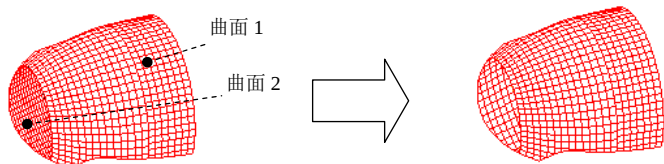

图 4.4.3 “连接”类型
- **连接** 单选项: 即连接类型, 合并两个相邻面组, 其中一个面组的边完全落在另一个面组上, 如图 4.4.3 所示。如果一个面组超出另一个, 通过单击图 4.4.1 中的 C 按钮或 D 按钮, 可指定面组的哪一部分包括在合并特征中。